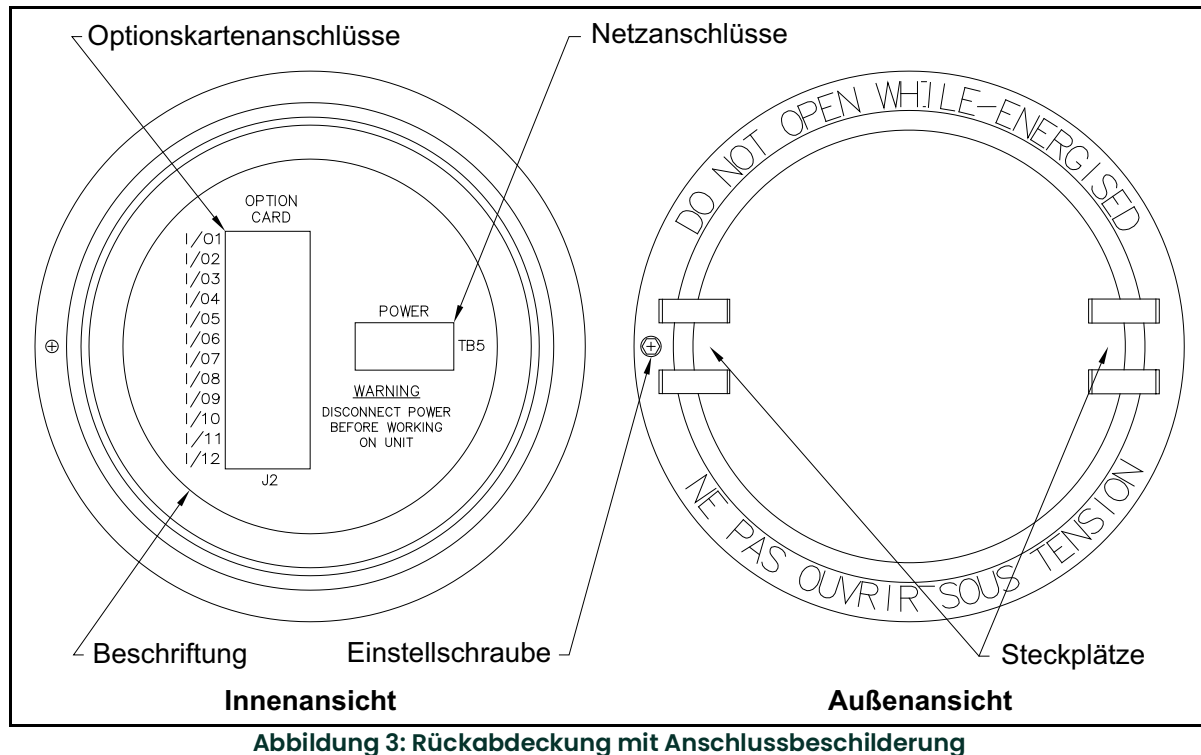

Abbildung 3: Rückabdeckung mit Anschlussbeschilderung
Beachten Sie *Abbildung 3 auf Seite 6* und führen Sie die folgenden Schritte aus, um den XMT868i für die Verdrahtung vorzubereiten:
3. Suchen Sie nach der 12-poligen Klemmenleiste (**J2**) in *Abbildung 10 auf Seite 21* und verdrahten Sie die Optionskarte wie auf dem Schild an der Innenseite der Rückabdeckung angegeben (siehe *Abbildung 3 auf Seite 6* und *Abbildung 11 auf Seite 22*). Fixieren Sie die Kabelschelle.